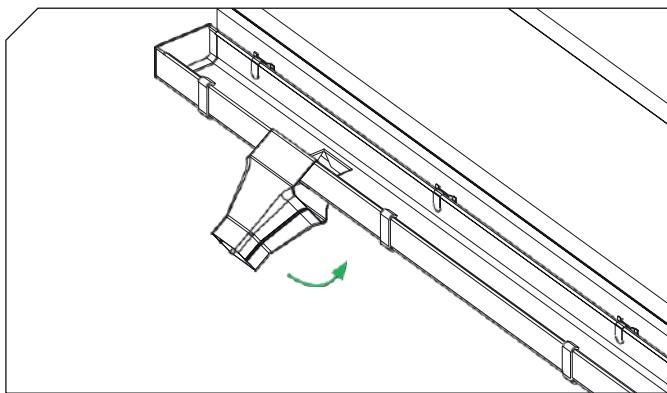

Рисунок 19
7.3. Установите воронку в желоб и согните крепежи (Рисунок 19, 20)